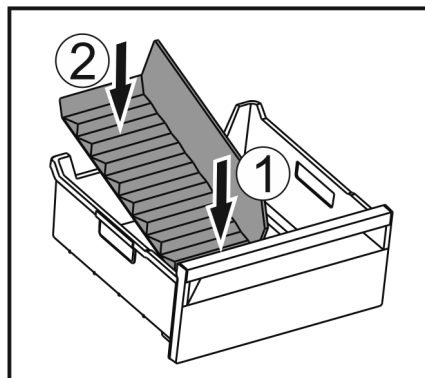

Fig. 171
- Włożyć przednią część separatora do szuflady na lód. Fig. 171 (1)
- Tylną część separatora do szuflady na lód opuścić na dno szuflady. Fig. 171 (2)